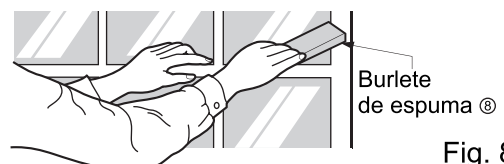

Fig. 8
11. Corte el burlete de espuma en el largo adecuado e insértelo entre la hoja superior de la ventana y en la hoja inferior de la misma. (ver Fig. 8)